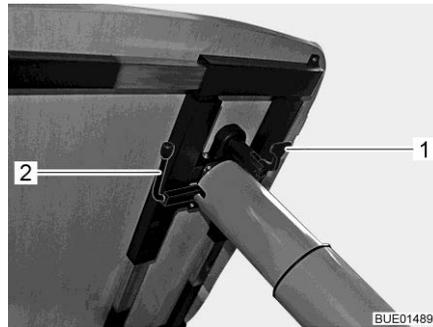

Fig. 76 Réglage table à hauteur réglable
- Rabattre le levier de verrouillage (Fig. 76,1) vers le bas.
- Faire pivoter le levier (Fig. 76,2) sous le plateau de table à 180° dans le sens des aiguilles d'une montre. Le mécanisme de réglage de hauteur se trouvant dans le pied de table est déverrouillé.
- Faire pivoter le levier (Fig. 76,2) sous le plateau de table à 180° dans le sens des aiguilles d'une montre. Le plateau de table s'élève alors automatiquement jusqu'à la butée de fin de course.